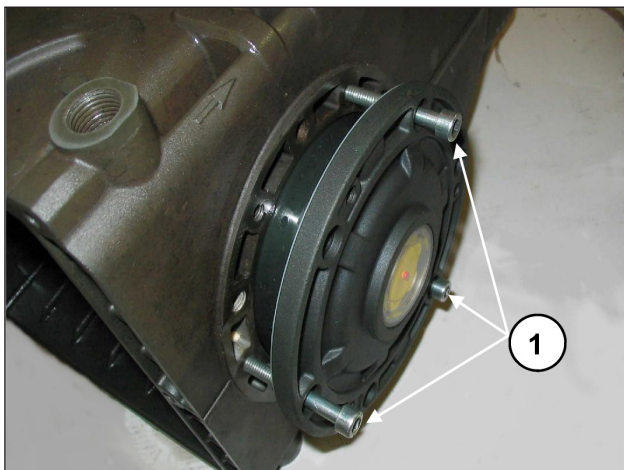

图8
为了便于第一部分的注油和盖子在泵壳的插入，建议使用3个部分螺纹的M6×40螺丝(图8，位置①)，然后使用附带的螺丝(M6X16)完成操作。
安装总成（指示灯侧法兰 + 轴 + 电机侧法兰），检查在连杆未连接时轴的转动力矩是否在至少4至6牛米之间。将两个侧盖靠近曲轴箱时，可如上所述(图 8)在初步定向阶段时使用3个M6X40螺丝，并在最后固定时使用预定的螺丝。在连杆已连接时，轴的转动力矩不得超过8牛米的数值。